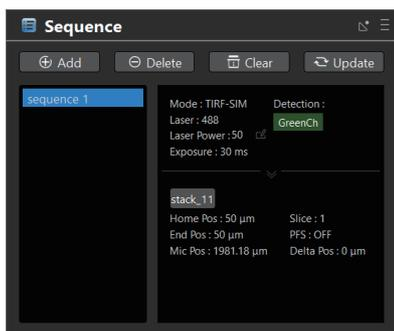

图3.4-1
- 3 实验参数配置完成后在Sequence操作框点击Add, 可将当前【Imaging Mode】、【Laser】、【Camera】、【Z Stack】参数组合并保存为“sequence 1” (如图3.4-1所示)。